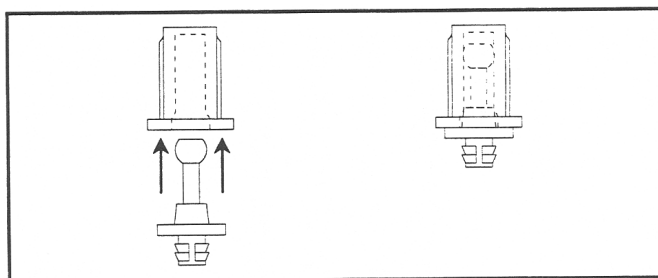

図 3.4 新しいグリルピンの取り付け器具へのセット
3、グリルピン取り付け用の器具に新しいグリルピンをセットしてください。(図 3.4 参照)